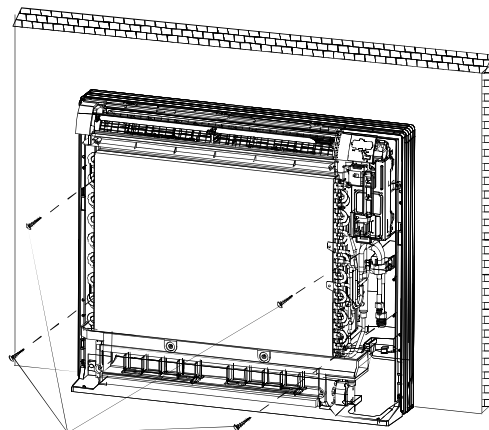

Рис. 5-7
- Закрепить внутренний блок с помощью 4-х винтов (см. рис. 5-7).